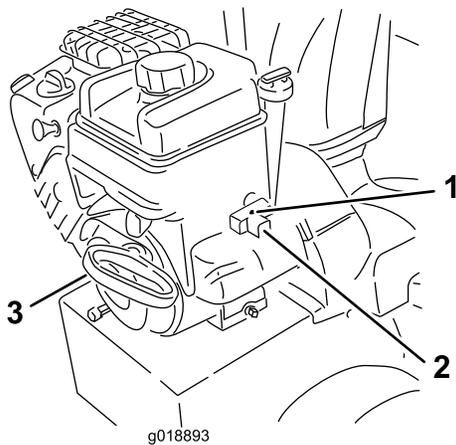

Figure 25
- Démarrez la machine en tirant sur le lanceur ou en appuyant sur le bouton du démarreur électrique (Figure 25).